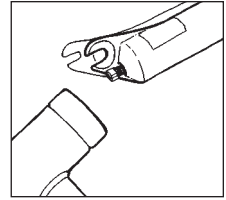

Fig. 6
6. Afloje parcialmente los pernos del eje con una llave hexagonal de 5 mm, golpee con fuerza los pernos con un martillo hasta que los ejes se desprendan del tubo inferior (ver Fig. 6), y retire completamente los pernos. Cuando retire los pernos del eje, se derramará aceite del sistema de válvula libre/Hydracoil por abajo del tubo inferior. Recoja ese aceite en el recipiente.